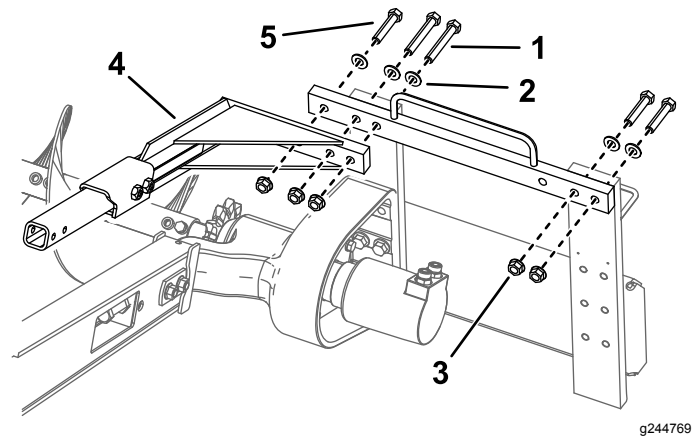

Bild 9
und versetzen sie in die entsprechenden Löcher an der linken Seite (**Bild 9**).
- Schraube, $\frac{5}{8}$ " x 4" (2)
- Scheibe (5)
- Mutter (5)
- Schraube, $\frac{5}{8}$ " x 3" (3)
- Montieren Sie die Sicherungsstange mit den drei vorher entfernten Schrauben, Scheiben und Bundmuttern über der Grabkette (**Bild 9**).